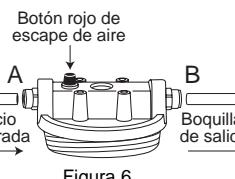

Figura 6
7. Inserte la tubería de suministro de agua al puerto marcado con "IN" (ver Figura 6, A) e inserte la tubería de la llave de agua en el puerto marcado con "OUT" (ver Figura